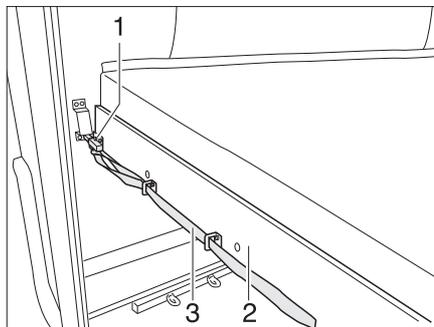

Fig. 123 Letto a castello (parte posteriore)
- Tirare l'asola (Fig. 123,3) e liberare il chiavistello (Fig. 123,1).
- Tirare in avanti il telaio portamaterasso (Fig. 123,2) con il materasso finché non si innesta.